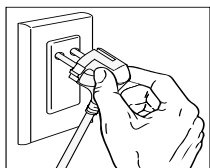

bild 1
1. Anslut slipmaskinens AC strömkabel till strömkällan (110-120Va.c. utgång). Varningsljudet "pip" kommer att höras efter att kontakten säkert anslutits till strömkällan och LED-indikatorn visar färgen "Solid Red" för tillfället. - se bild 1.